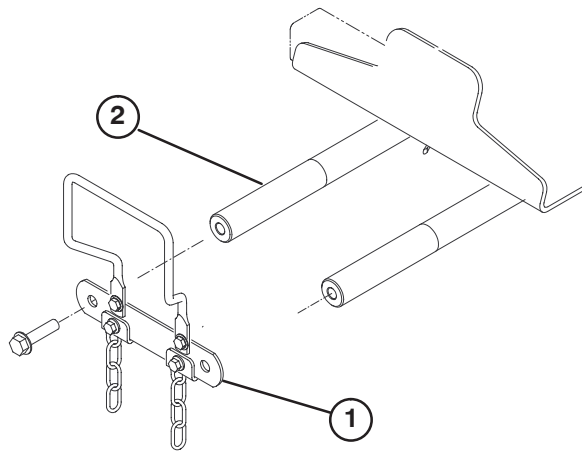

Figure 8
1. Retirez les (2) vis de fixation de la biellette d'axes de pivot aux axes de pivot des bras de levage. Déposez la biellette et les vis et mettez-les de côté (Fig. 8).